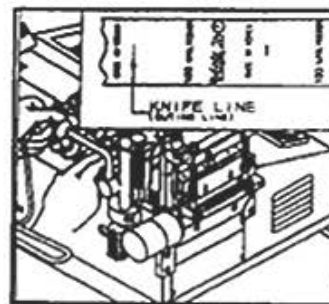

Figura 2
- 4 - Coloque o ponto de corte da etiqueta sobre a faca inferior e mova o sensor para perto da faca (Figura 2)